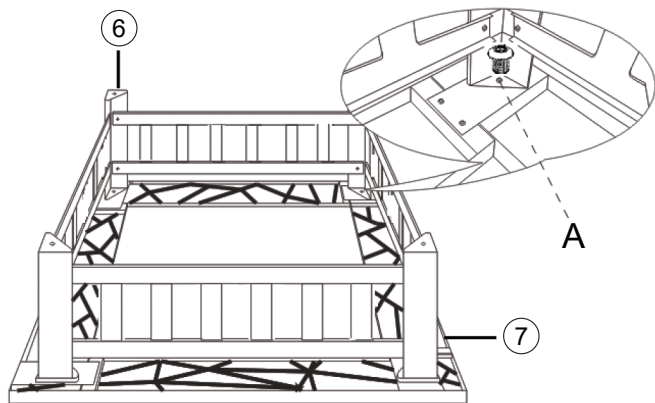

Fig.3
Fije las patas (6) a los marcos superiores (7) con los pernos (A). Apriete todos los accesorios en consecuencia con una llave Allen (D) (suministrada) y una llave ajustable hasta que todas las piezas encajen juntas de forma segura. Dé la vuelta al marco del brasero ensamblado para que se asiente de forma segura (con las patas hacia abajo) sobre una superficie plana. (Vea Fig.3)